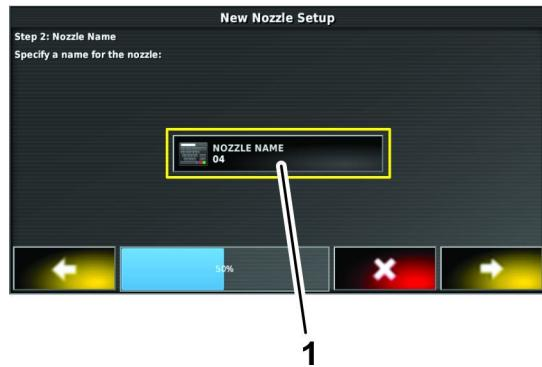

Рисунок 78
- Нажмите на значок NOZZLE NAME (Название сопла) (Рисунок 78).